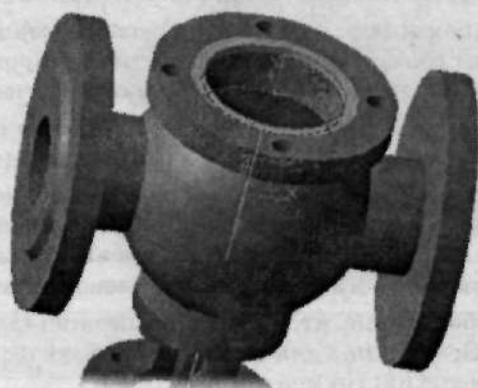
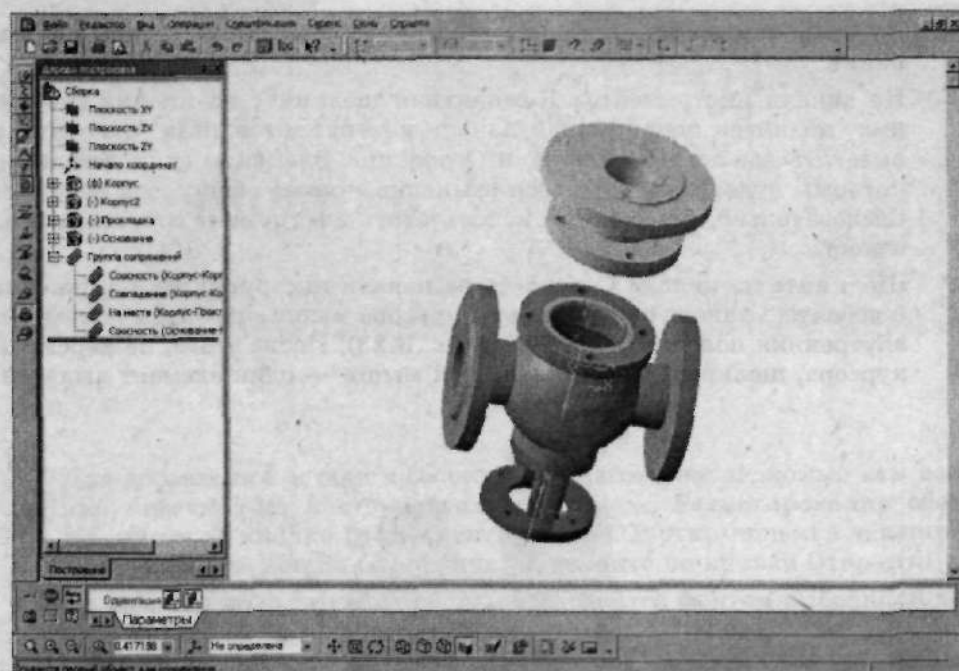

Рис. 3.24. Выделите внутреннюю полость фланца детали *Корпус*
Рис. 3.25. Так располагаются детали относительно друг друга после создания сопряжения *Соосность*
7. Подведите теперь курсор мыши так, чтобы была выделена внутренняя полость **Корпуса** (рис. 3.24). Затем щелкните левой клавишей мыши — деталь **Основание** изменит свое положение на рабочем поле. Эти два элемента имеют сопряжение — **Соосность** (рис. 3.25).